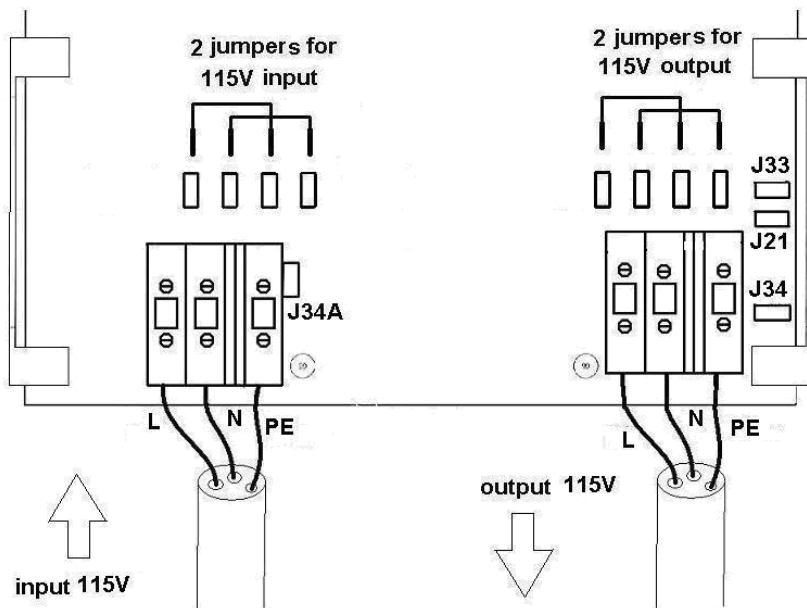

Figure 3 : configuration des cavaliers pour des tensions d'entrée et/ou de sortie 115 / 120 V
2.2.3 Pour des tensions d'entrée et / ou de sortie 110 / 120 V, configurer les cavaliers-poussoirs comme illustré à la figure 3.